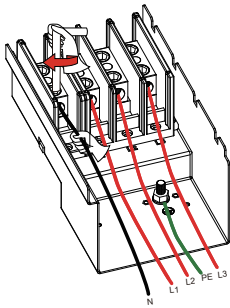
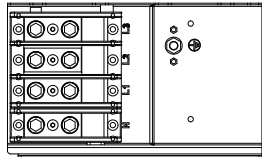

图5.9 AC电缆连接端子
图 5.10 拧紧AC接线电缆
2) 将电缆穿过接线盒、防水套，插入接线端子（图为三相连接接线盒，地线拧在逆变器外壳上的接线方式）如图5.9，用六角螺丝刀将，将线束压到接线端子上，如图5.10所示。